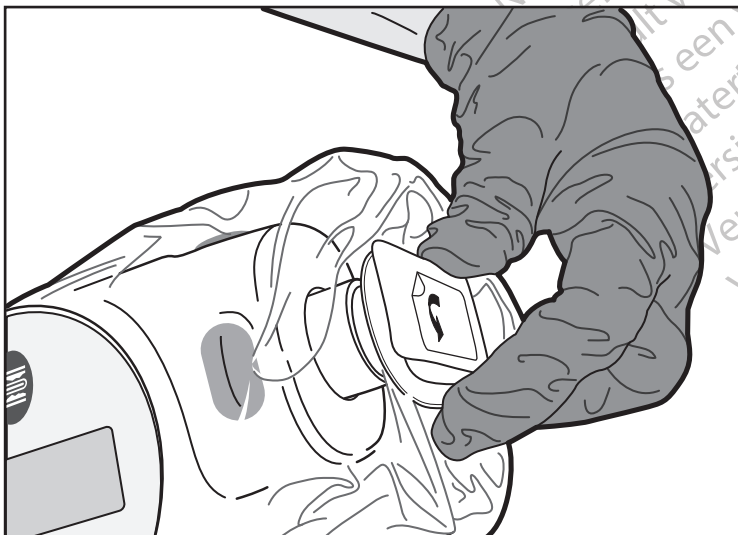
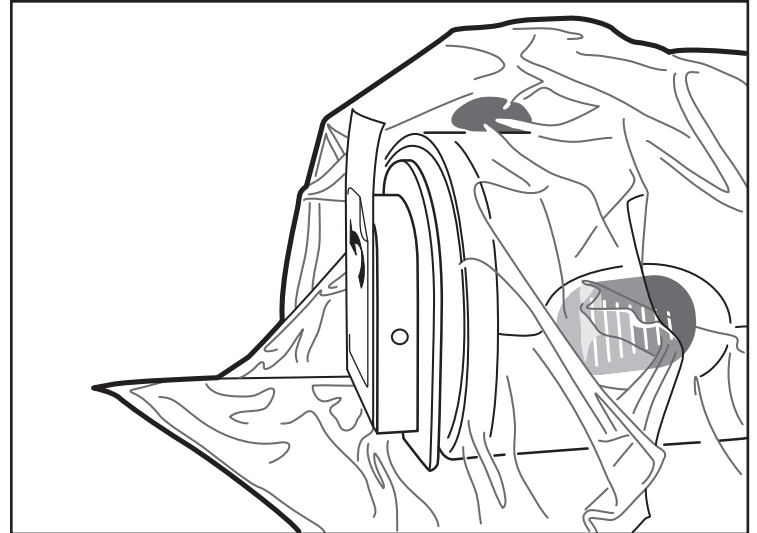

Figura 7. Encaixar a placa dianteira
Figura 8. Placa dianteira encaixada
- Para encaixar a bolsa na Unidade de Acionamento do Motor MDU5 PLUS, o operador no campo esterilizado deve alinhar a placa dianteira da bolsa com a abertura da Unidade de Acionamento do Motor MDU5 PLUS (Figura 7) e, com cuidado, pressionar para encaixar a ligação. Não prenda qualquer material entre a placa dianteira e a abertura. É normal existir material de bolsa adicional à volta e para além da ligação (Figura 8).